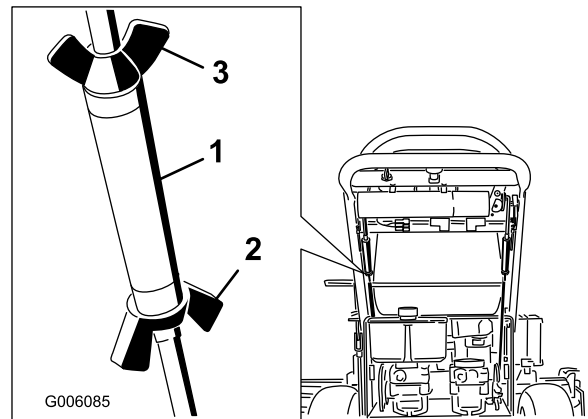

Figura 53
- Afloje las tuercas de mariposa de la varilla de control derecha, y gire el tensor en un sentido u otro para centrar la palanca de control derecha en la posición de bloqueo/punto muerto. Bloquee el tensor apretando las tuercas de mariposa (Figura 53).
- Afloje las tuercas de mariposa de la varilla de control izquierda y gire el tensor en un sentido u otro para modificar el avance de la máquina. Bloquee el tensor apretando las tuercas de mariposa (Figura 53).